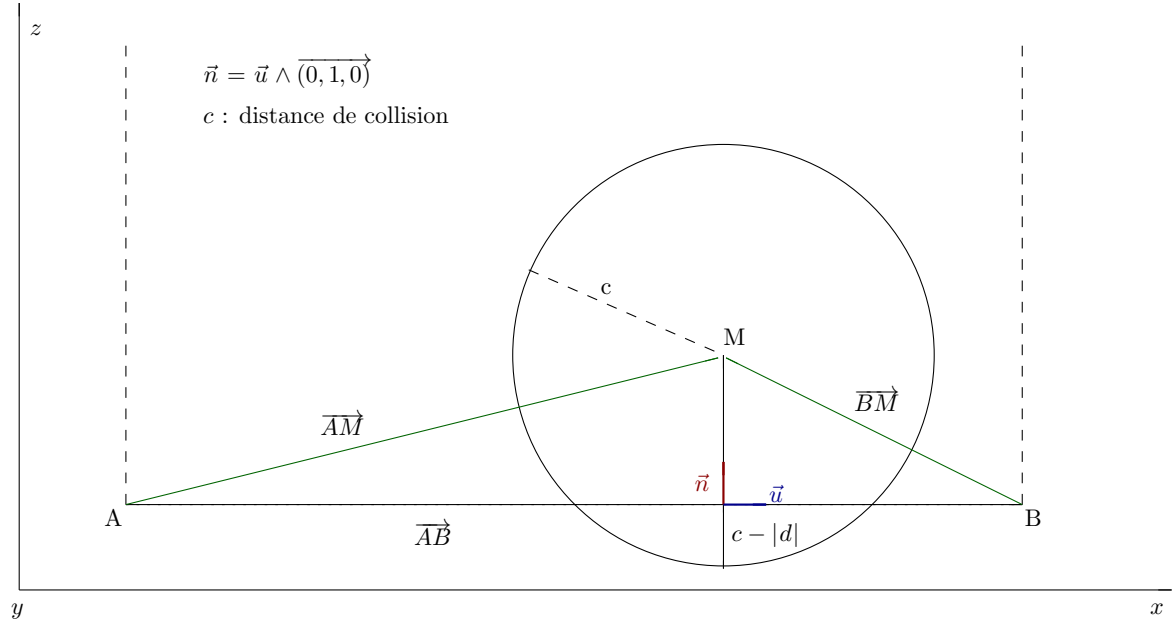

FIGURE 4: Cas où la projection du robot est sur le segment $[AB]$.
Cas intérieur La projection de M sur la droite (AB) se situe sur le segment $[AB]$. Cela se produit lorsque $(\overrightarrow{AM} \cdot \overrightarrow{AB}) \cdot (\overrightarrow{BM} \cdot \overrightarrow{BA}) < 0$ (cf. figure 4).